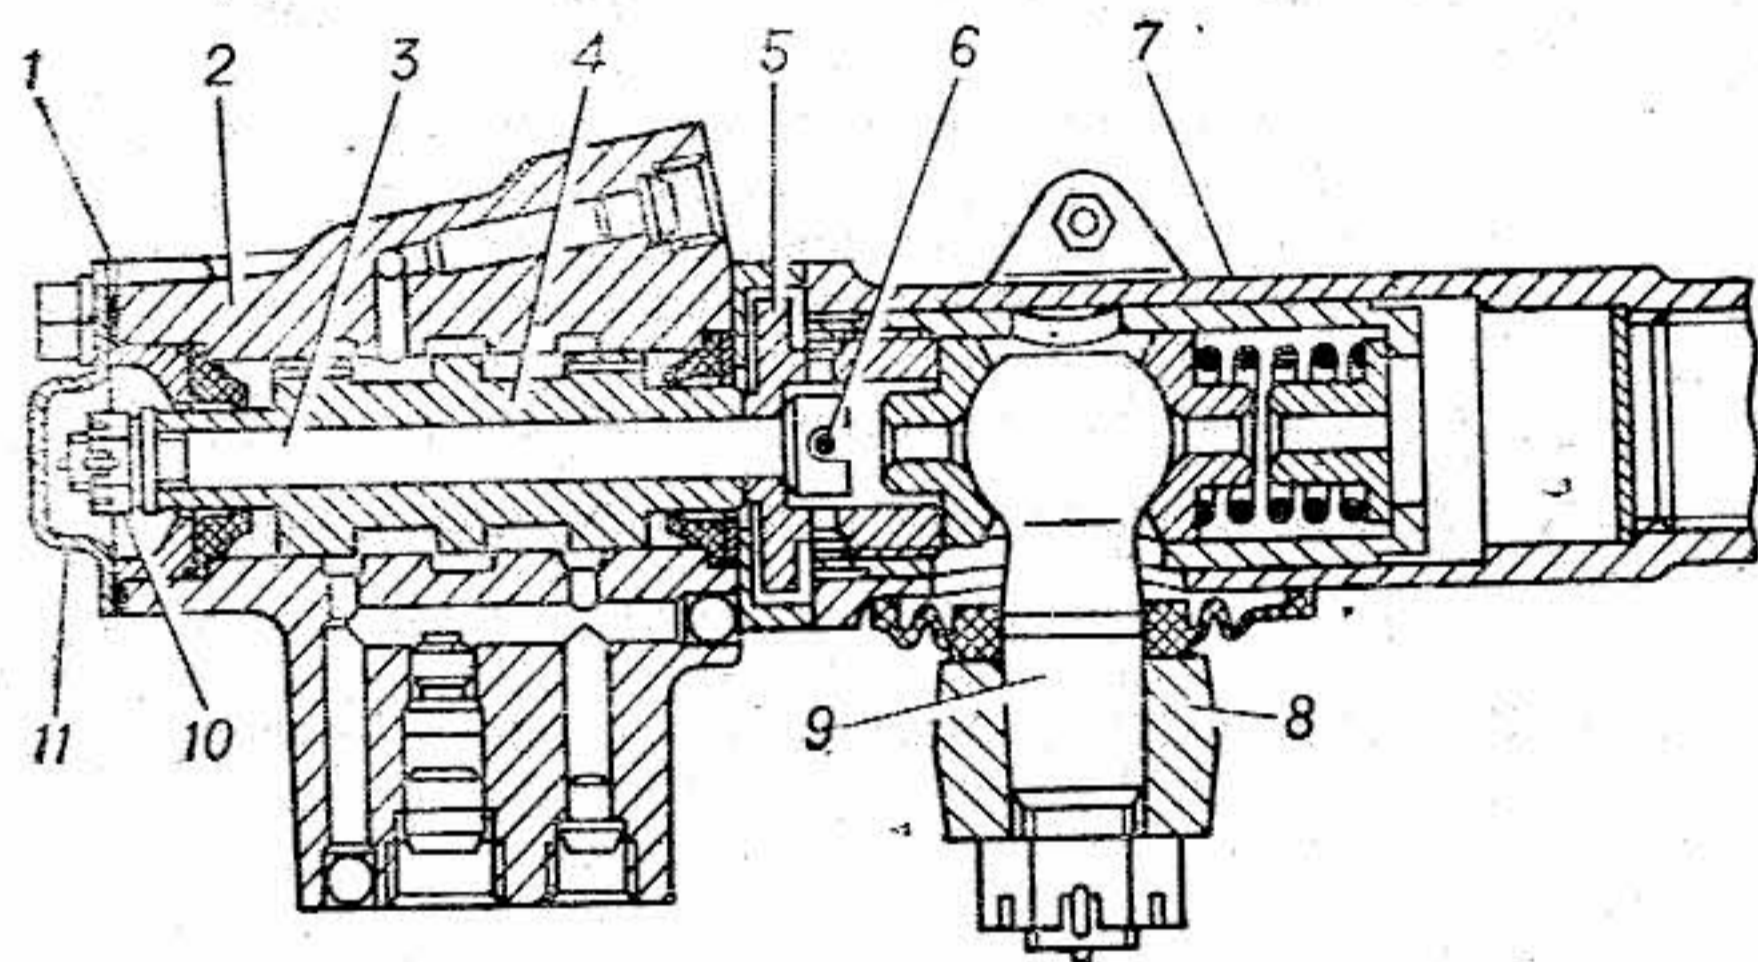

Рис. 91. Передний конец продольной рулевой тяги и клапан управления гидроусилителя:
- 2 Для регулировки переднего шарнира продольной тяги необходимо снять клапан управления гидроусилителя, для чего, отвернув два болта, снять штампованную крышку 11 (рис. 91) с прокладкой 1, расшплинтовать и отвернуть гайку 10 центрального болта 3 и отвернуть два болта крепления корпуса 2 клапана управления к наконечнику тяги.